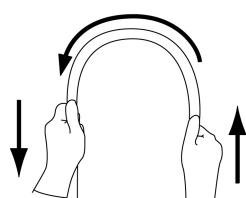

図1
- 4.挿入部を両手で持ち、全長にわたって図1に示すように順次半円の頂点をすらすように曲げたときに、適切な軟らかさを有しており、軟らかさが不連続になっているなどの異常がないこと。